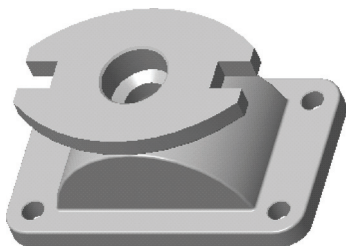

图 11-85 打开模型文件
STEP 01 单击快速访问工具栏中的“打开”按钮 ，打开模型文件，如图 11-85